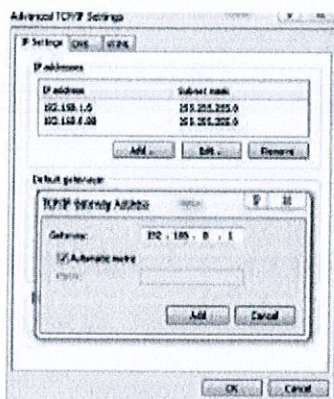

Рис. 6.11
- (5) В окне "TCP/IP Gateway Address" введите адрес шлюза, нажмите "Add" (см. Рис. 6.11).